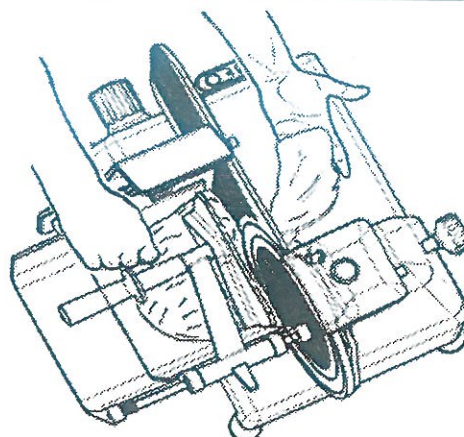

Abb. 44
11. Den Wagen (Produktsteller + Pressarm + Stiel) langsam, durch zum Schneideblatt hinschieben, das Produkt nur leicht mit dem Pressarm andrücken. Das Produkt kommt dann mit dem Messer in Berührung und wird geschnitten. Die Scheibe wird durch den Scheibenhalter begleitet und fällt auf die Ablegefläche (Abb. 44)